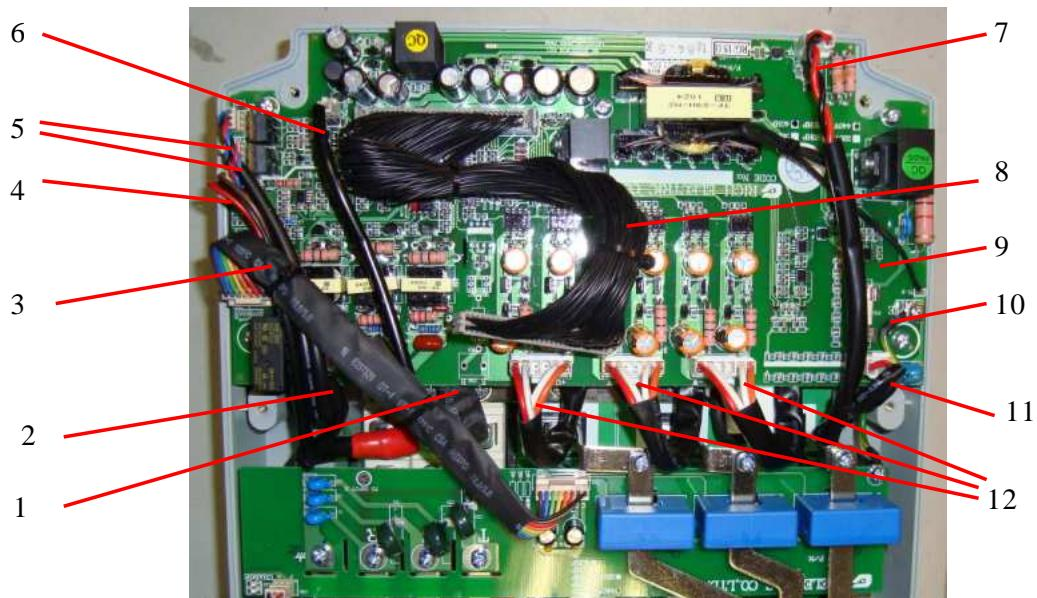

Рис. 6.8
- 6.7.2. Выкрутить винт крепления провода заземления 2 (рис. 6.8). Положить винт в тару.